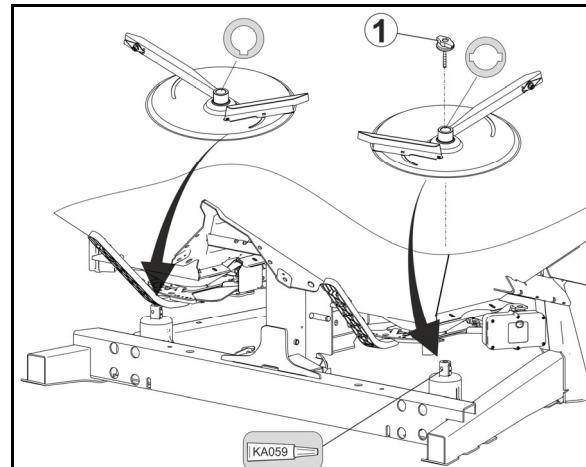

Fig. 62
1. Fjern vingemutteren (Fig. 62/1).